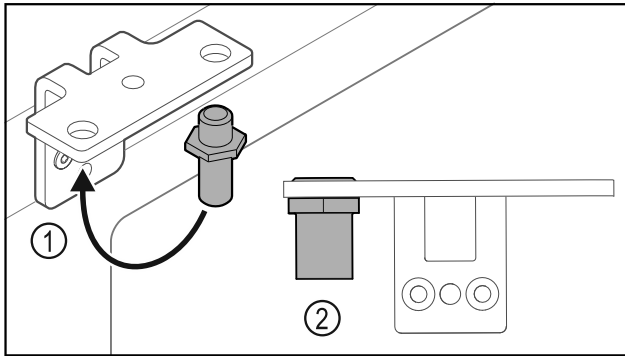

Fig. 33
- Aseta saranakulman pultti Fig. 33 (1) toiseen paikkaan.
- Kiristä pultti Fig. 33 (2) **vääntömomentilla 12 Nm**.